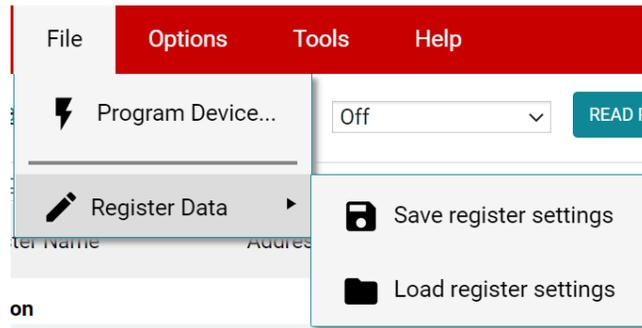

図 3-10. レジスタ設定の保存およびロード
- 利便性を高めるために、レジスタの設定を保存して、同じレジスタ マップを使用する任意のデバイスで後からロードすることができます。これを行うには、図 3-10 に示すように、「File」(ファイル) > 「Register Data」(レジスタ データ) の順に選択します。